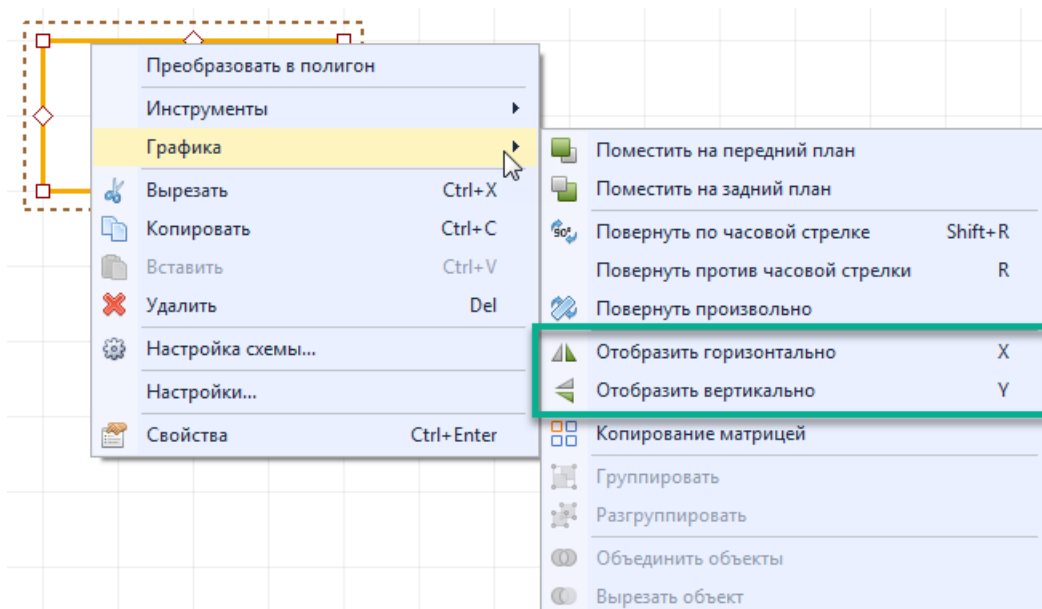

Рис. 433 Вызов функции зеркального отображения
2. Вызовите инструмент, выбрав пункт «Отобразить горизонтально/вертикально» в контекстном меню или воспользуйтесь горячей клавишей, Рис. 433.